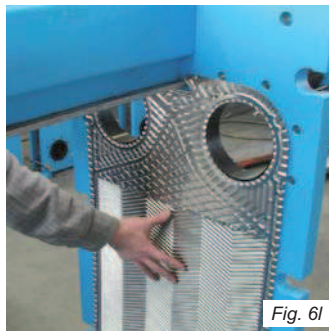
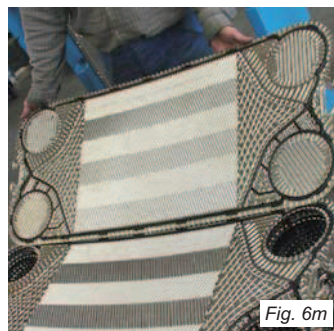

Fig. 6l
Fig. 6m
- 4) Appendere le piastre pulite nella sequenza e quantità corretta secondo lo schema di montaggio (in modo opposto a quello seguito per lo smontaggio al **paragrafo 6.2**). Osservare a questo proposito le piastre speciali, iniziali e finali (*fig. 6m*) sul fusto anteriore e su quello mobile. La guarnizione della prima piastra dovrà essere a contatto con il fusto anteriore (*fig. 6l*). Un controllo ottico integrativo può essere effettuato verificando la striscia colorata realizzata lateralmente sul pacco piastre prima dell'apertura dello scambiatore.
- 4) Install all cleaned plates in the correct order and quantity in accordance with the flow diagram (in the reverse order as described in **item 6.2**). Pay attention to the special first plates and end plates (*fig. 6m*) at fixed plate and pressure plate or intermediate elements (in case of PHE with several sections)! The gasket of the first plate points towards the fixed plate (*fig. 6l*). By means of the diagonal coloured line painted on the outside of the plate pack before opening the PHE you can additionally check if the plates are in the right order.